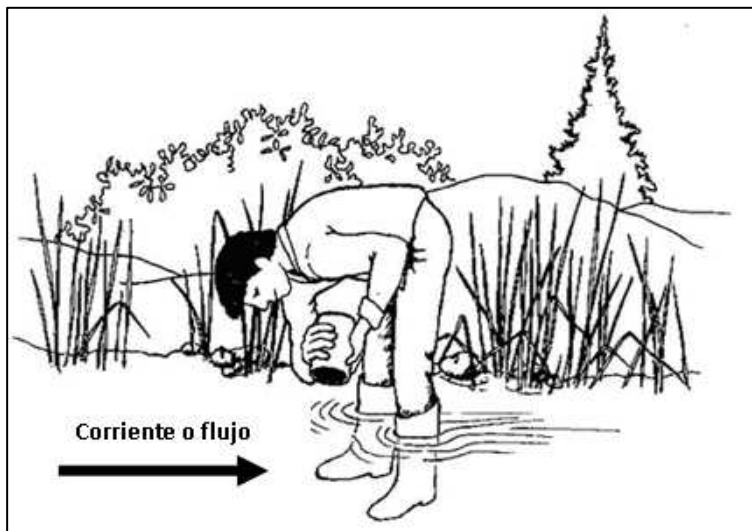

Figura 2. Posición para tomar una muestra de agua en una corriente de agua (canal, arroyo, río). El monitor debe colocarse de cara a la corriente (EPA, 1997).
3. Tratar de perturbar lo menos posible los sedimentos del fondo y pararse de cara a la corriente para recoger la muestra de agua delante de usted (Figura 2).